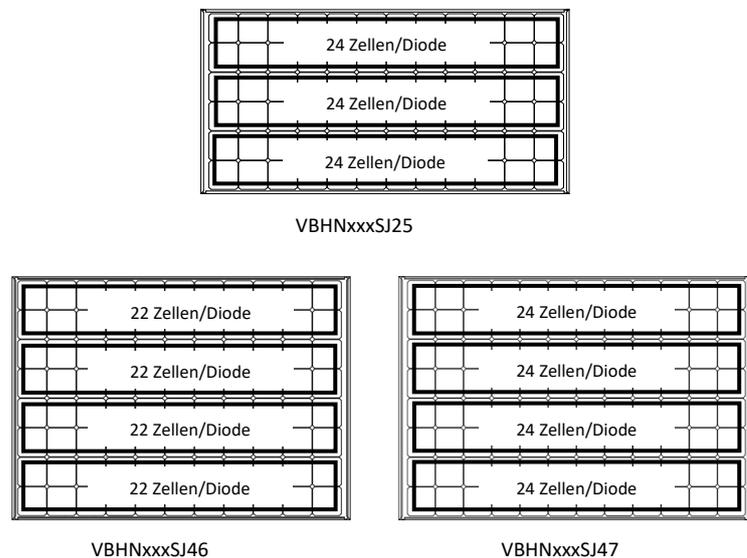

Abbildung 3. Anzahl der in Serie geschalteten Zellen pro Bypassdiode
- Die technischen Daten der Bypassdiode für die Module VBHNxxxSJ25 lauten wie folgt; Anzahl der Bypassdioden: 3 Dioden, Anzahl der in Serie geschalteten Zellen pro Bypassdiode: 24 Zellen/Diode (siehe Abbildung 3).
Module BHNxxxSJ46 lauten wie folgt; Anzahl der Bypassdioden: 4 Dioden, Anzahl der in Serie geschalteten Zellen pro Bypassdiode: 22 Zellen/Diode (siehe Abbildung 3).